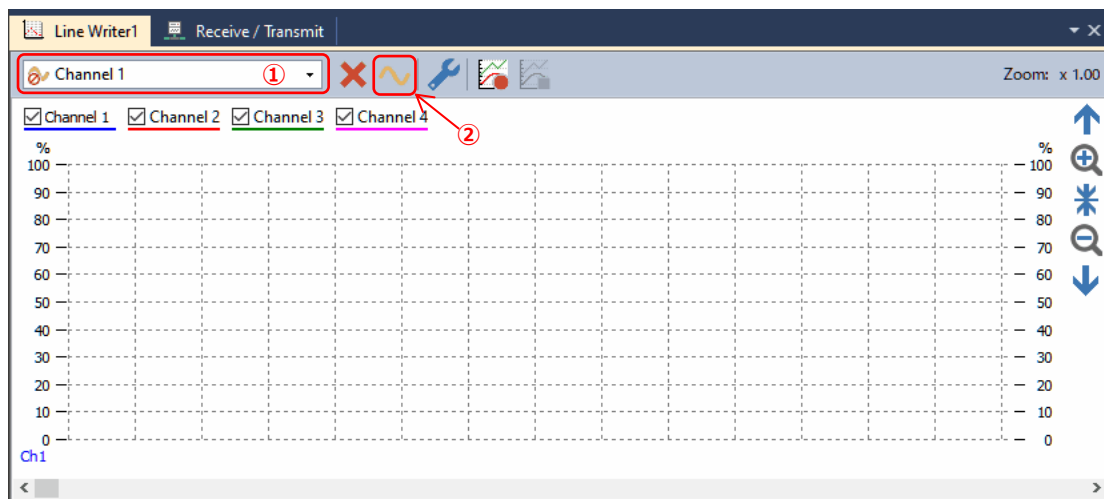

図 E-2
Line Writer ウィンドウが表示されます (図 E-2 参照)。
Channel 1 (図 E-2 ① 参照) を選択し、Select Signal ボタン (図 E-2 ② 参照) を押します。